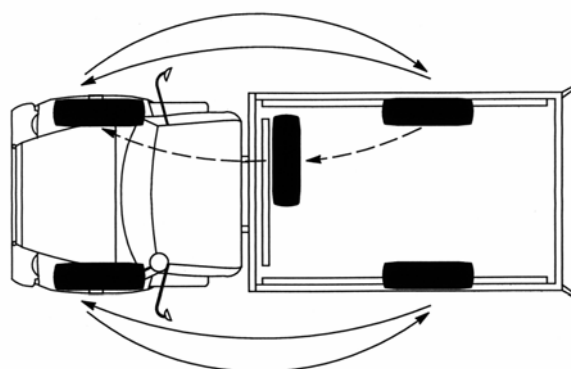

Рис. 8.10. Схема перестановки колёс
- перестановку **колес** (рис. 8.10) следует производить по необходимости.